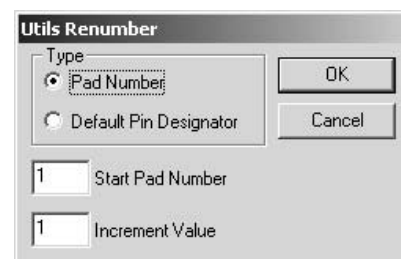

Рис.3.7.5
- Перенумеровать контакты. Для этого выполнить команды **Utils/Renumber**. В результате откроется диалоговое окно **Utils Renumber**. В нем установить режим перенумерации контактов (в поле Type выбрать Pad Number). Проверить, чтобы начальный номер контакта (Starting Pad Number) и приращение нумерации (Increment Value) были равны единице. Нажать кнопку ОК (см. рис. 3.7.5). После этого поочередно щелкнуть ЛК в центре каждой КП. Щелкнуть ПК.